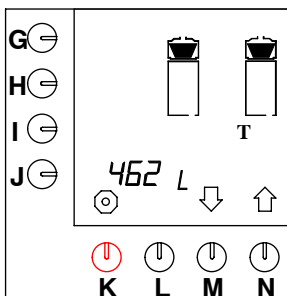

Fig. 19 Contatore totale della macchina di preparazione del caffè
- Sullo schermo viene visualizzato il contatore totale (vedere fig. 19), è possibile leggere il totale assoluto di litri di caffè preparati con la macchina.